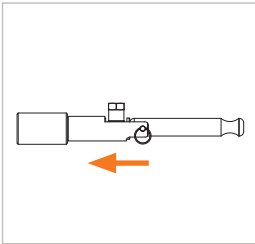

Figure 4
- ▶ Saisissez le connecteur au niveau de l'unité de base (pos. 1) et placez-le dans l'axe et en butée sur la pièce d'essai (*Figure 4*). Le joint frontal est ainsi préservé des dommages causés par d'éventuels bords saillants de la pièce d'essai et le bon raccordement est garanti.